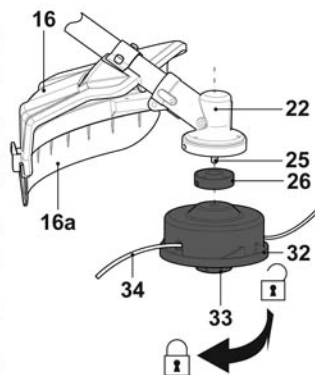

Fig. 31
- > Remova o cabeçote de corte [32] desenroscando-o no sentido contrário ao dos ponteiros do relógio (fig. 31).